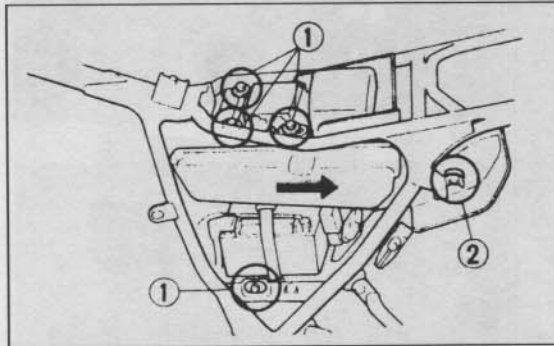

Bild 53
- Befestigungsschrauben ① Bild 53 des Luftfiltergehäuses ausdrehen und ① ausclipsen.